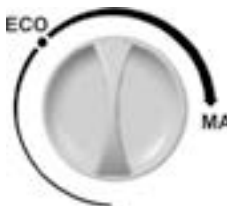

Рис.2
6.2 Температурный режим в холодильной камере устанавливается путем поворота ручки терморегулятора 2, расположенной на панели воздухораспределителя до выбранного уровня по шкале температурного режима (рис.2). При этом: